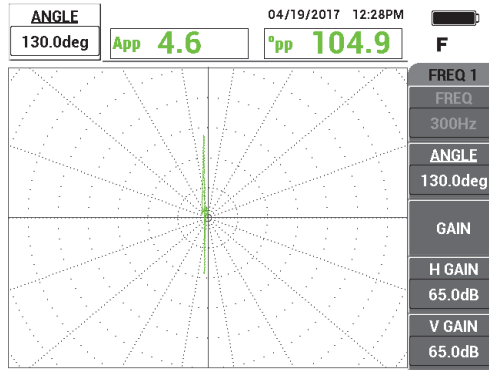

Figura 5-227 Ajuste da fase do sinal
3. Pressione a tecla ANGLE () e, em seguida, gire o sinal até o que sinal do sulco fique orientado verticalmente (veja Figura 5-227 na página 293).